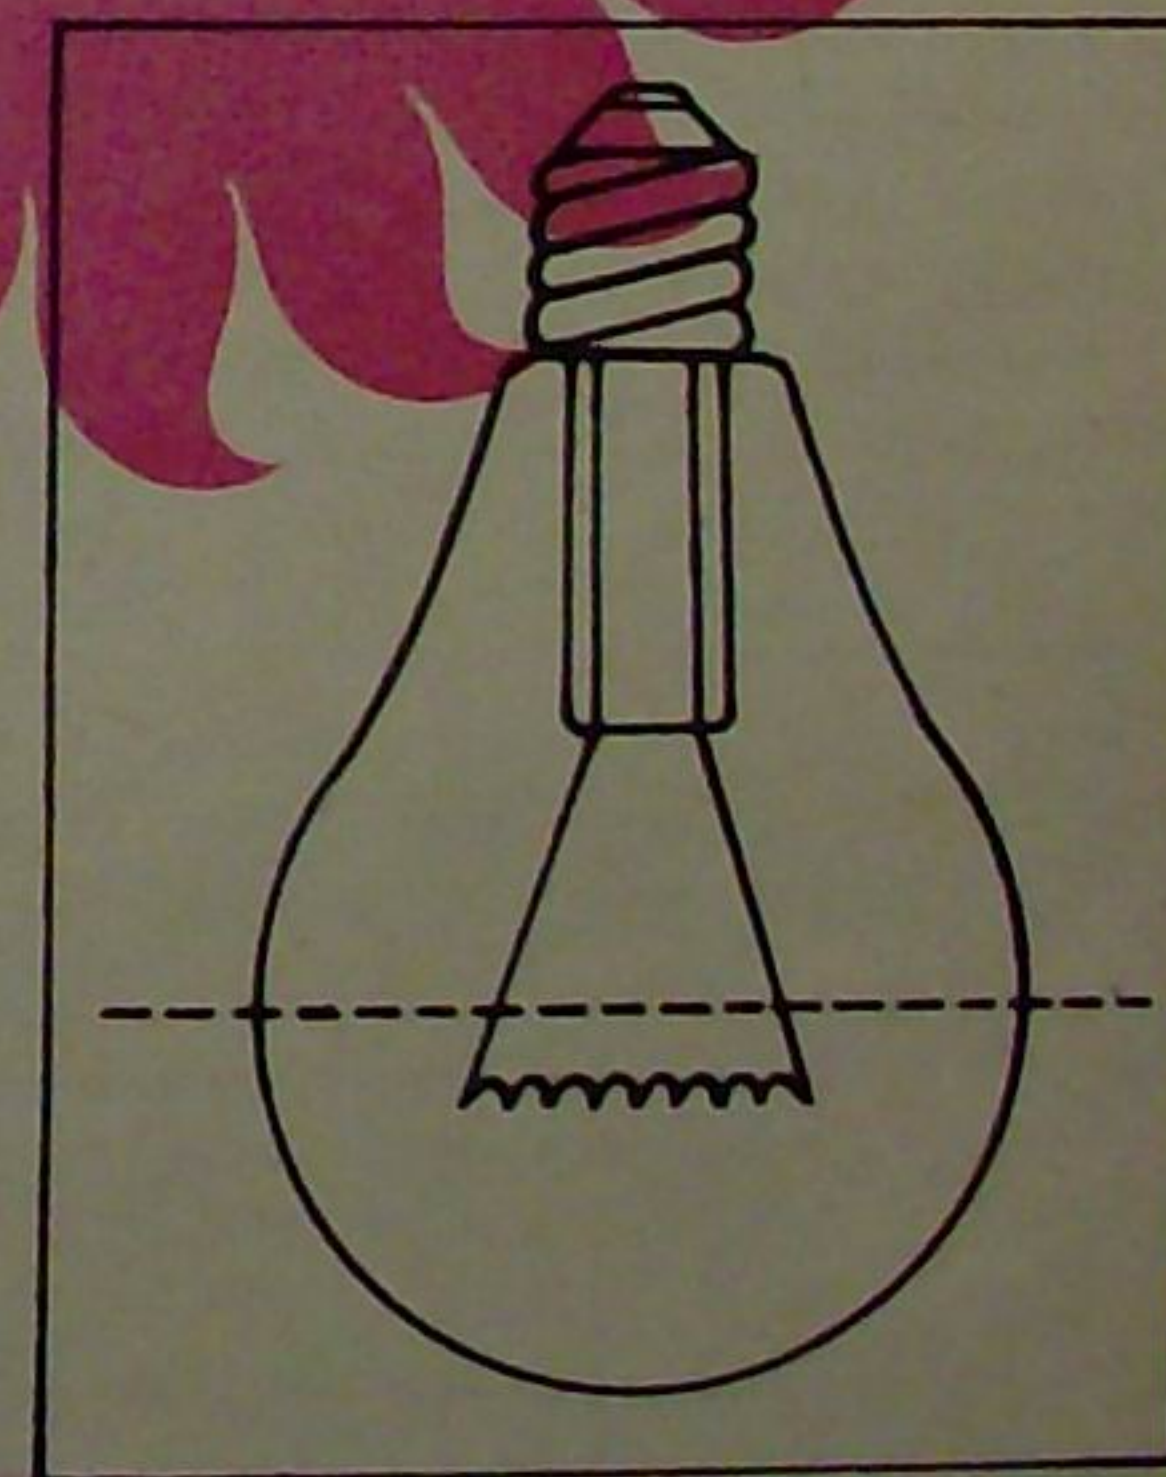

Fig. 3
culoare închisă. Partea superioară a acestui bazin (1) este acoperită cu o placă (2) tot din material termoizolant cum ar fi textolit, sticlotextolit etc. În care au fost executate o serie de găuri. Aspectul plăcii de acoperire (2) este prezentat și separat. Înainte de a se practica găurile în placa (2) se iau mai multe becuri electrice arse dar care au baloanele de sticlă în stare bună. Se secționează apoi fiecare bec ca în fig. 3. Metoda de secționare a baloanelor este cea cunoscută cu firul de nichelină încălzit. Se folosește din bec calota sferică. În funcție de dimensiunile acestor calote sferice se fac și decupările în capacul bazinului, respectiv fiecare calotă trebuie să aibă un loc în capac fără a trece prin el.